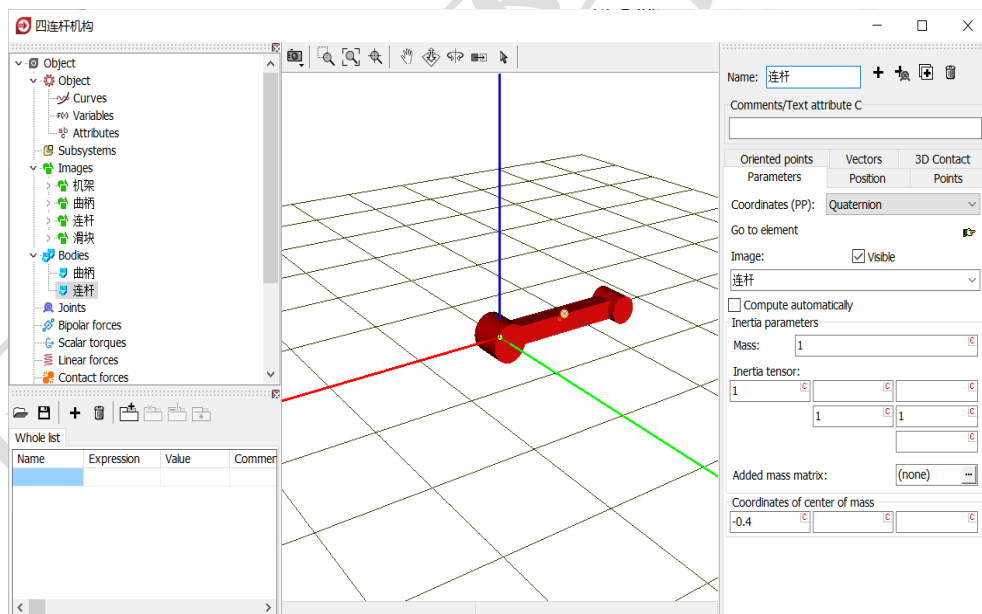

图 2-51
- 7) 创建第二个刚体**连杆**，从 **Image** 下拉菜单选择几何**连杆**，设置质量(1)和转动惯量(1, 1, 1)参数及质心坐标(-0.4, 0, 0)，如图 2-51。